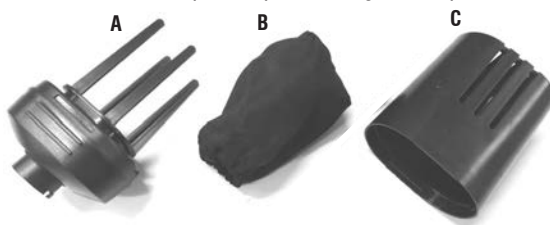

Fig. 6 - Limpeza do coletor de pó
- Para abrir, segure a base do coletor (A, fig.6) e puxe a capa de proteção (C, fig.6);
- Retire o recipiente de tecido (B, fig.6) do corpo plástico;
- Esvazie o recipiente (B, fig.6). Para melhor resultado, vire-o do avesso e utilize uma escova macia para limpá-lo;